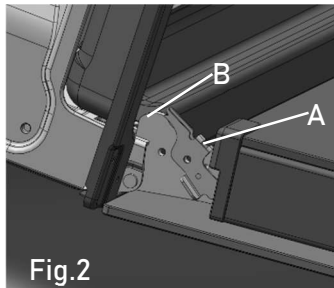

Fig.2
- Ouvrir complètement le levier A sur les charnières gauche et droite (fig.2) ;